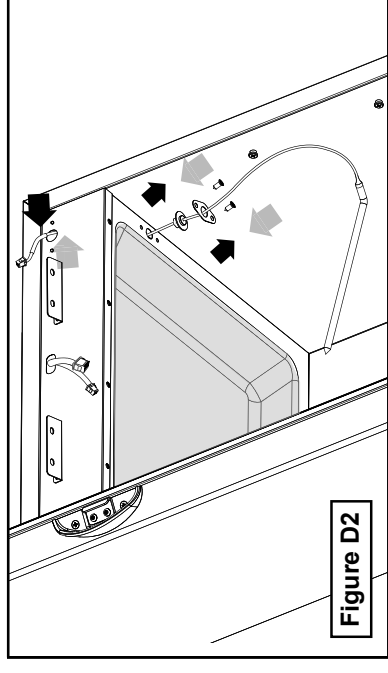

Figure D2
- Slide the meat probe wire from the grommet slit and remove grommet. See Figure D2.
- Remove the metal gasket cover and pull the gasket out of the appliance. See Figure D2.
- Thread the meat probe replacement through the body. See Figure D2.
- Replace gasket and metal gasket cover. See Figure D2.
- Faites glisser le fil du thermomètre à viande hors de la fente de l'œillet et enlevez l'œillet. Voir la figure D2.
- Enlevez le couvercle métallique du joint d'étanchéité et tirez sur le joint d'étanchéité pour le sortir de l'appareil. Voir la figure D2.
- Faites passer le thermomètre à viande de recharge au travers du bâti. Voir la figure D2.
- Remettez le joint d'étanchéité et le couvercle métallique. Voir la figure D2.
- Deslice el alambre de la sonda de carne desde la ranura de la arandela y retire la arandela. Ver Figura D2.
- Retire la tapa de la junta de metal y tire para sacar la junta fuera de la unidad. Ver Figura D2.
- Enrosque el reemplazo de la sonda para carne a través del cuerpo. Ver Figura D2.
- Reemplace la junta y la tapa de la junta de metal. Ver Figura D2.